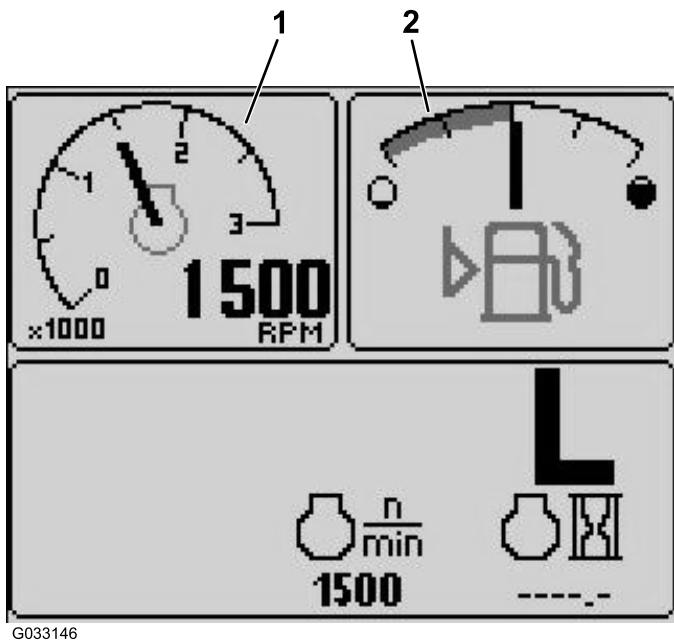

Figure 3
- Tachymètre – écran supérieur gauche (Figure 3)
- Jauge de carburant – écran supérieur droit (Figure 3)
Il indique le niveau de carburant dans le réservoir (Figure 3).
Il indique le régime moteur en tr/min (Figure 3).